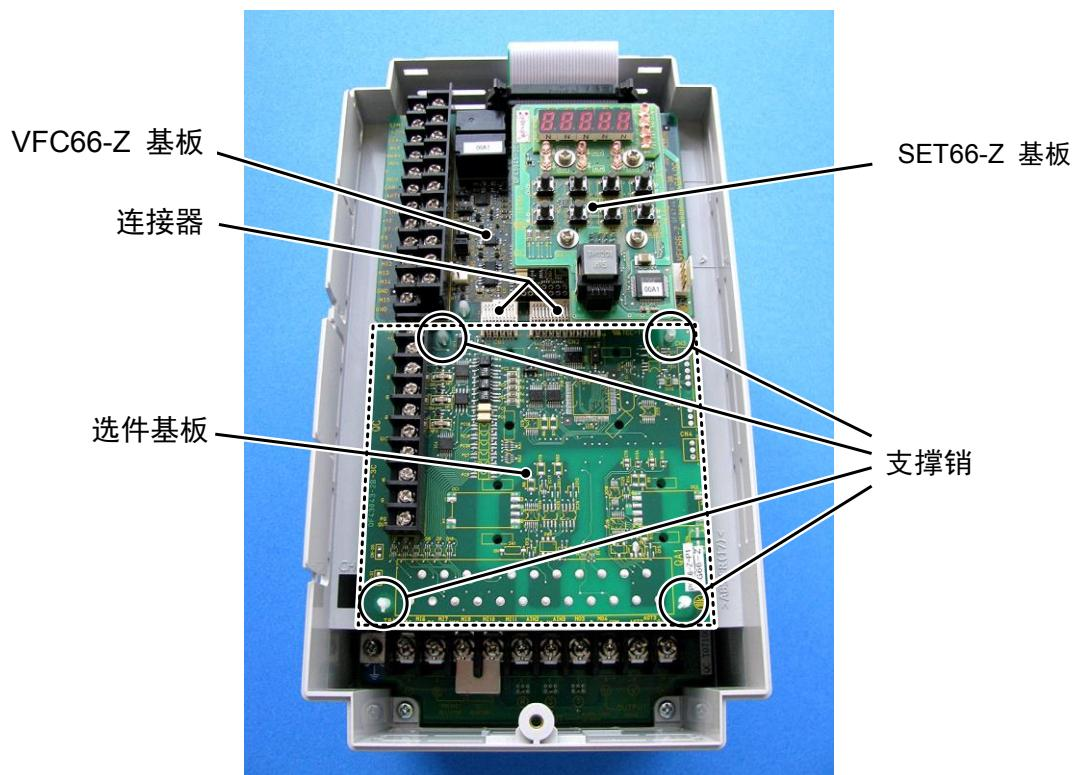
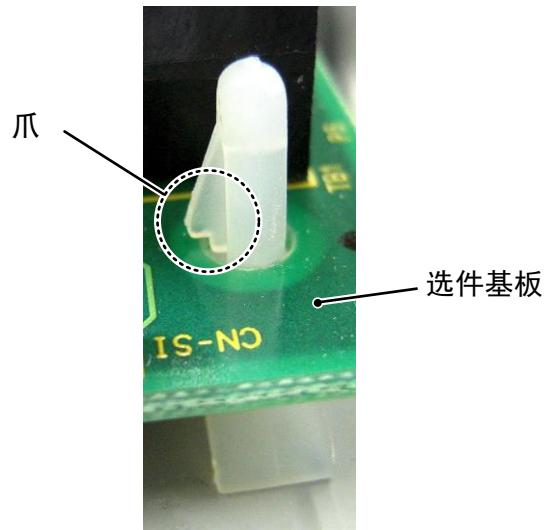

图 5.1 表面盖板打开的状态 (VF66B-2R222)
图 5.4 支撑销的爪部分
④图 5.1 中以圈标记标示出的 4 处，有将选件基板固定在变频器机箱上的支撑销，请如图 5.4 所示，将爪部分按入支撑销内部，将选件基板拆下。
⑤与选件基板一样，VFC66-Z 基板上也有固定在变频器箱体上的支撑销，所以请将图 5.4 所示的爪部分按入到支撑销内部，将 VFC66-Z 基板拆下。请将 4 个孔与支撑销的位置对准，将基板按入，直到支撑销的爪部分如图 5.4 所示勾挂住基板上部。
⑥请将拆下的选件基板的 4 个孔对准图 5.1 中以圈标记标示出的支撑销位置，如图 5.4 所示，将基板按入，直到支撑销的爪部分勾挂住基板上部。